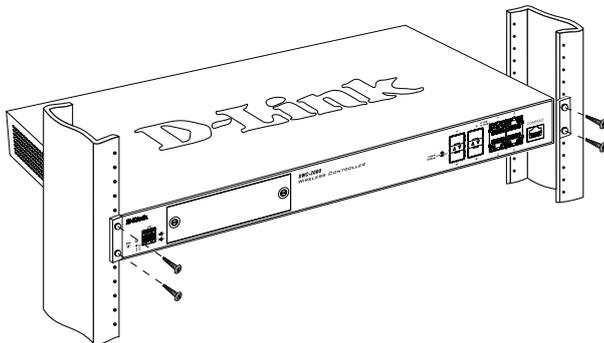

Figure 6. Montage dans le rack
2. Utilisez les vis fournies avec le bâti pour monter le périphérique dedans, comme illustré à la **Figure 6**.